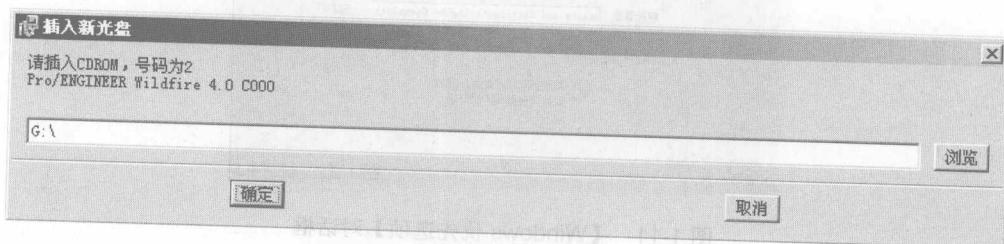

图 1-14 【插入新光盘】对话框
(10) 在安装过程中，系统会自动提示用户插入光盘 2 和光盘 3，如图 1-14 所示。用户按照提示进行操作即可。